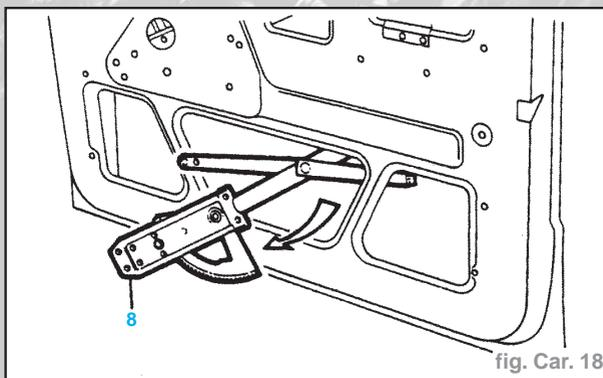

fig. Car. 18
- Dégager le goujon de bras de levage de la glissière supérieure de lève-vitre, manoeuvrer le lève-vitre et le retirer de l'ouverture centrale inférieure dans le panneau de porte intérieur (8) (Fig. Car. 18).